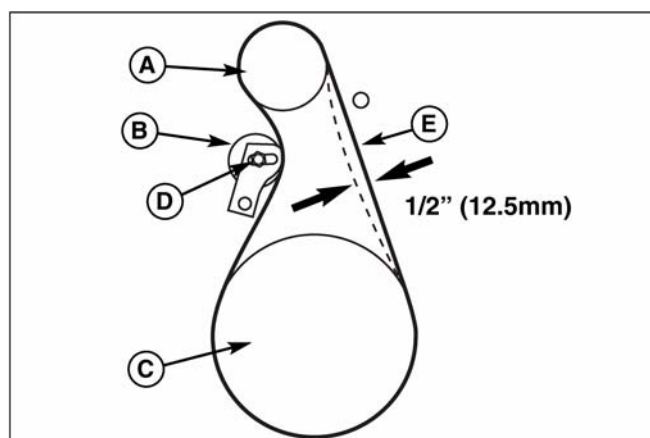

Рис. 26. Прогиб ремня привода шнека
3. Ослабьте гайку (D, рис. 26) холостого шкива (В) и прижмите шкив к ремню на 3 мм.
4. Затяните гайку (D).
5. Нажмите на рычаг привода шнека. Проверьте натяжение ремня (напротив холостого шкива). Ремень должен отклоняться на 12,5 мм от исходного положения при умеренном нажатии (рис. 26). Возможно, Вам потребуется передвинуть холостый шкив еще раз, чтобы получить правильный уровень натяжения.